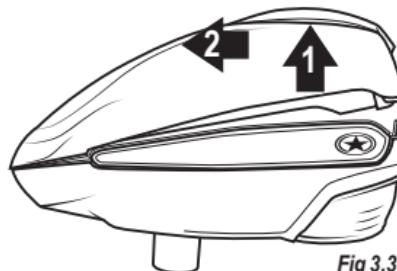

Fig 3.3
3. Soulevez la coquille supérieure de façon à l'écartez de la coquille inférieure, en l'inclinant légèrement vers l'avant, jusqu'à ce qu'elle soit libérée (Fig. 3.3).